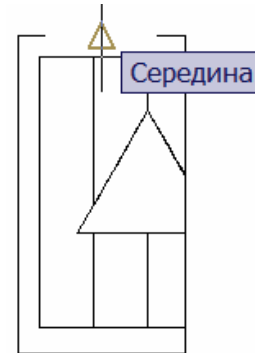

Рис. 5.14
- c) на запрос указания стороны видового экрана для проекции (Side of viewport) щёлкнуть точку (с привязкой **Середина (Midpoint)**) на верхней границе рамки главного вида (рис. 5.14);